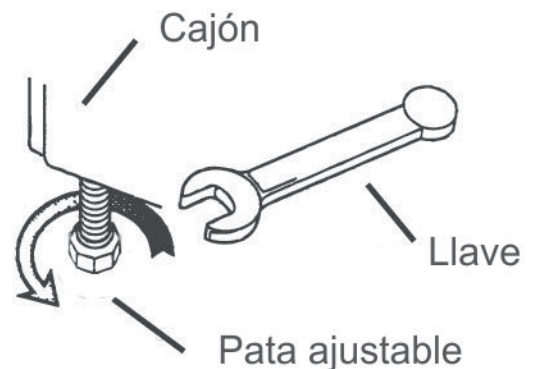

Figura 6: Cómo ajustar la altura de la estufa
10. Deslice la estufa hasta colocarla nuevamente en su posición. De ser necesario, para evitar rayar la superficie de trabajo, modifique la altura de la estufa ajustando las patas de esta (consulte la Figura 6: Cómo ajustar la altura de la estufa). Asegúrese de enganchar el soporte anticaídas. Consulte la *Advertencia de peligro de caída* mencionada anteriormente en estas instrucciones y también en el *Manual de instalación de la estufa deslizante*.